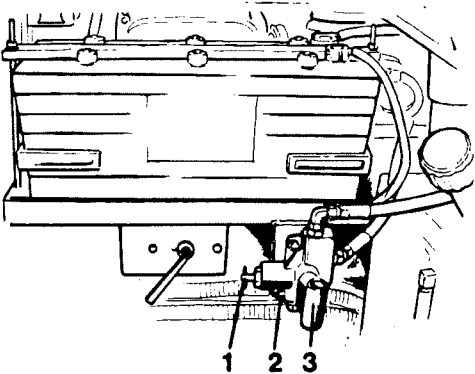

Fig. 21 Valvola di traino
Vedere fig. 21.
Ripristinare i freni tirando la valvola (1) fig. 21.